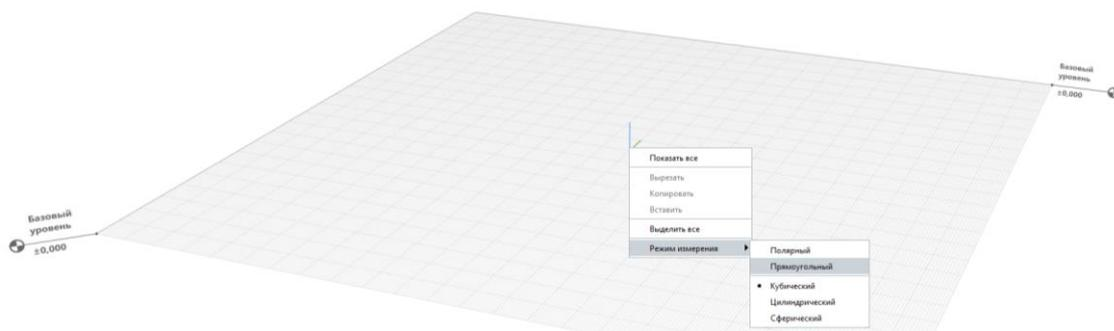

Рис. 6 Выбор Режима измерения
- щёлкнуть ПКМ по осям и из контекстного меню выбрать **Режим измерения – Прямоугольный** (рис. 6)